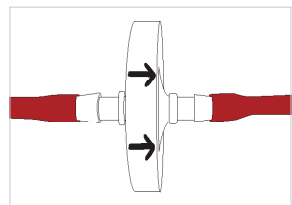

Abbildung 23
- ⚠ **Wenn Sie den Filter wiederverwenden, stellen Sie sicher, dass er in der ursprünglichen Richtung angebracht wird.** (**Abb. 23**)